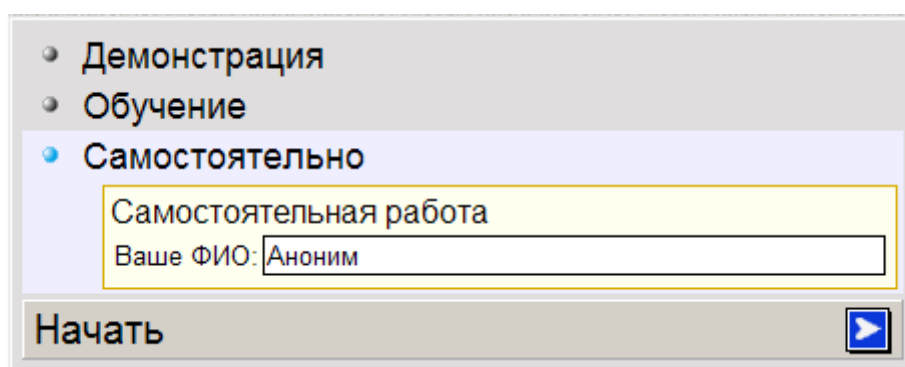

Рисунок 1
2. В случае выбора режима «самостоятельно» в появившемся окне в строке подсказки «Ваше ФИО:» указать имя обучаемого (рисунок 1).